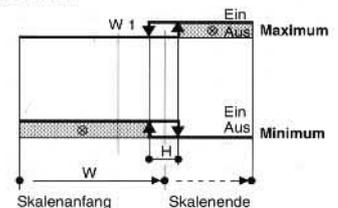

Bild 3: Bandalarm, beim Start unwirksam
- Bandabweichungs-Alarm: 0...300 Anzeigeeinheiten (mit oder ohne Bereitschaftsverhalten nach Reglerstart, siehe Bild 3)